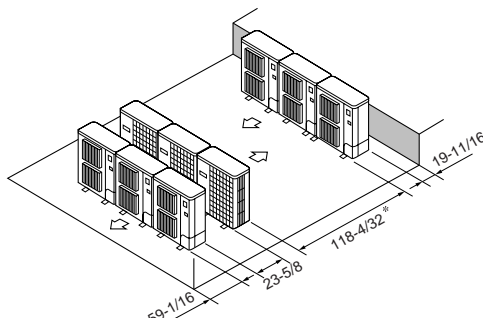

Fig. 2-13
- ⑥ Disposition pour plusieurs appareils parallèles (Fig. 2-13)